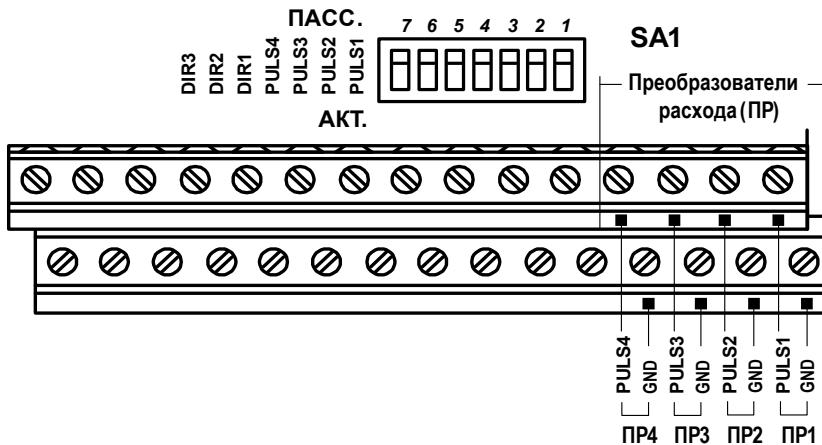

Рис.22. Маркировка коммутационных элементов подключения ПР.
- 7.5.2.1. Входы предназначены для подключения датчиков расхода с выходным частотным либо импульсным сигналом. Маркировка коммутационных элементов для подключения ПР показана на рис.22.